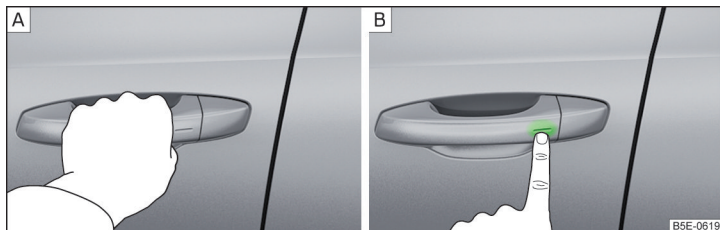

Abb. 51 Fahrzeug entriegeln / Fahrzeug verriegeln
- Den Türgriff greifen, um das Fahrzeug zu **entriegeln** » Abb. 51 - A.
- Den Sensor am Türgriff mit dem Finger berühren, um das Fahrzeug zu **verriegeln** » Abb. 51 - B.
- › Innerhalb von 5 s den Sensor am Türgriff mit dem Finger berühren » **Abb. 51 auf Seite 61** - . Die Deaktivierung wird durch einmaliges Aufblinken der Blinkleuchten bestätigt.